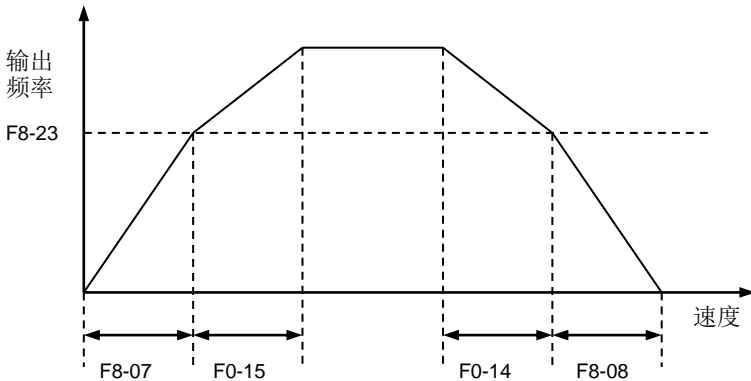

图 6-30 加减速切换频率
- F8-23: 设定加、减速度自动切换时的频率点, 如图 6-30 所示。